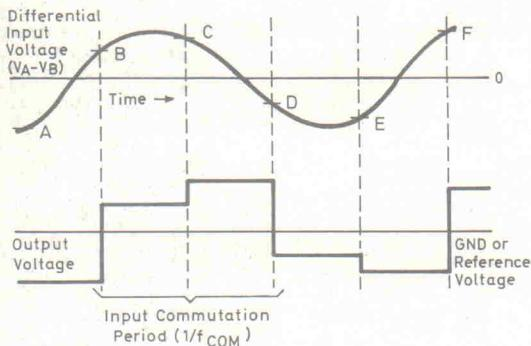

Bild 14b.
Der CAZ-OpAmp besitzt einen dritten Eingang (AZ), an dem die Spannung zur Steuerung der Auto-Zero-Funktion anliegt. Bild 14b zeigt das Ausgangssignal für einen eingangsseitigen Sinus. Die Frequenz darf maximal halb so groß sein wie die Schaltfrequenz f_{COM} . Als typische Anwendung zeigt Bild 14c eine Dehnungsstreifenmeßbrücke, bei der der CAZ-Instrumentationverstärker die Differenzspannung der Meßbrücke verstärkt und an den bekannten 3 1/2-Stellen-A/D-Wandler mit LCD-Treiber ICL 7106 anpaßt.